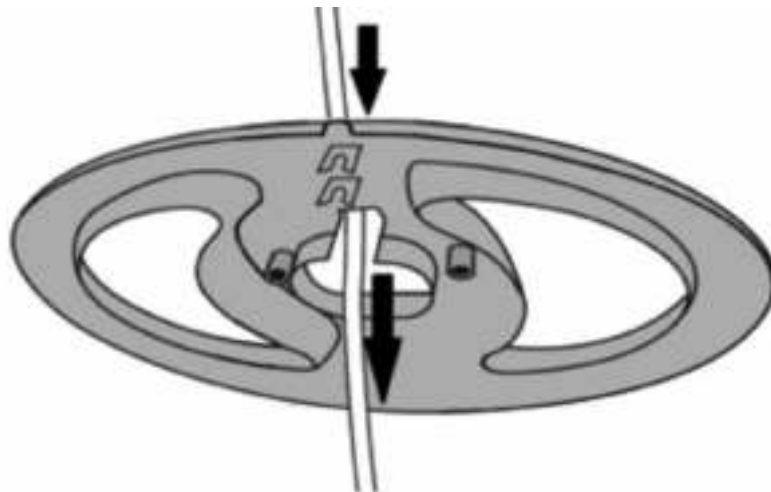

Figura 2.
- a. Inserire il cavo della corrente nell'apertura tonda del piedistallo. Vedi figura 2.
- b. Inserire il cavo della corrente nell'apertura tonda del piedistallo. Vedi figura 2